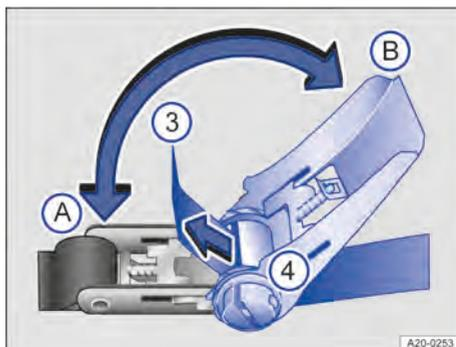
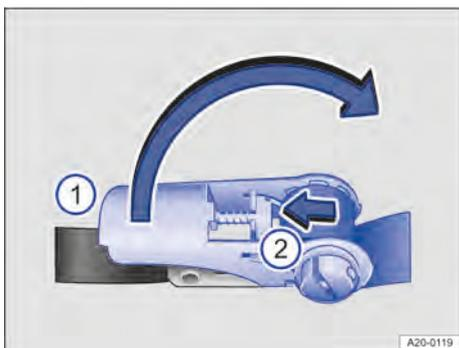

Fig. 126 Soltar e apertar a alavanca no cinto com catraca.
Fig. 125 Soltar e apertar a alavanca no cinto com catraca.
1. Pressionar o cursor → Fig. 125 (2) no sentido da seta para fora.
2. Mover a alavanca → Fig. 125 (1) para a posição → Fig. 126 (B).
3. Puxar o cadarço do cinto de segurança → Fig. 126 (3) por trás pelo eixo com fenda (4) e apertar o cinto.
4. Mover a alavanca → Fig. 125 (1) alternadamente entre as posições → Fig. 126 (A) e (B) para trás e para frente até que o cadarço do cinto tenha se enrolado duas a três vezes ao redor do eixo com fenda → ▲.
5. Pressionar o cursor → Fig. 125 (2) para fora e mover a alavanca → Fig. 125 (1) para a posição → Fig. 126 (A). A catraca está fechada e travada.
4. Retirar o cinto com catraca → Fig. 126 ③ da catraca.